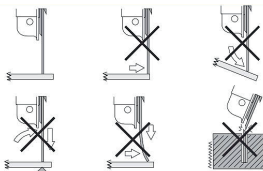

Figura 3
- Discos de corte deben ser utilizados en un ángulo de 90° en relación a la pieza (Figura 3).*